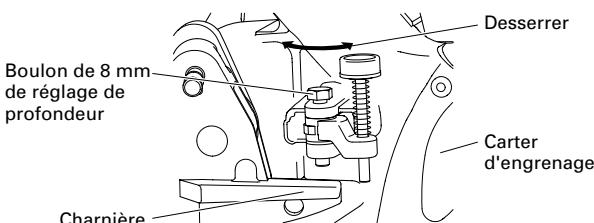

Fig. 9-b
**REMARQUE:** Pour couper à angle droit une pièce dont la hauteur excède 4-7/32" (107 mm) et pour faire une coupe en biseau à gauche d'une pièce dont la hauteur excède 2-3/4"(70 mm) ou une coupe en biseau à droite d'une pièce dont la hauteur excède 1-3/4" (45 mm), régler la position limite inférieure de manière que la base de la tête du moteur (se reporter à la Fig. 9-a) ne vienne pas en contact avec la pièce.